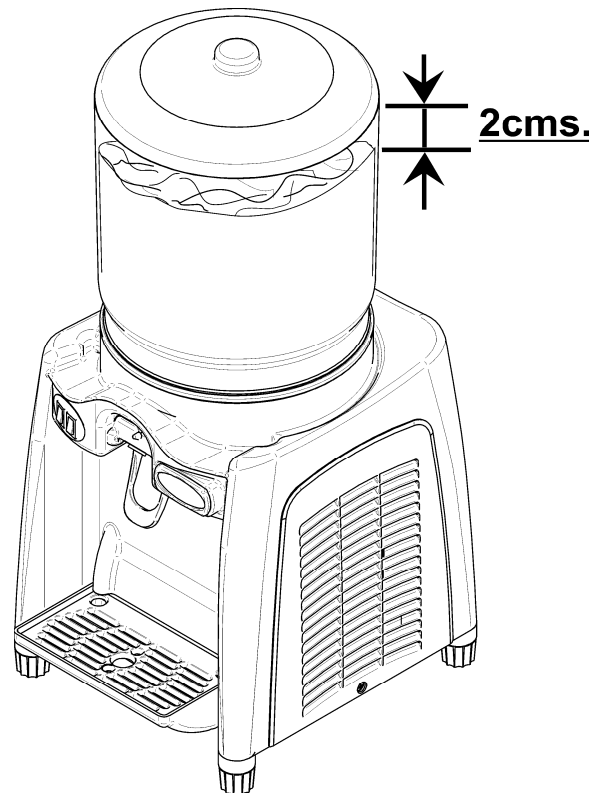

Figure 3
- Remplir le réservoir jusqu'à environ 2 ou 3 cm du bord supérieur, et replacez le couvercle. Essayez de ne pas dépasser le niveau maximum conseillé afin que le liquide ne déborde pas lorsque les pales agitatrices se mettent en mouvement. (voir Fig. 3).